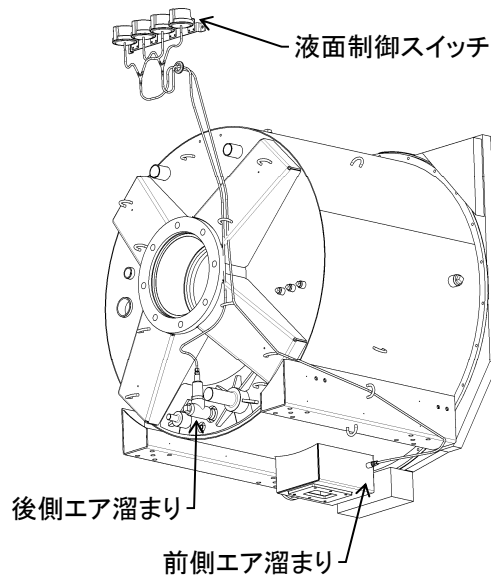
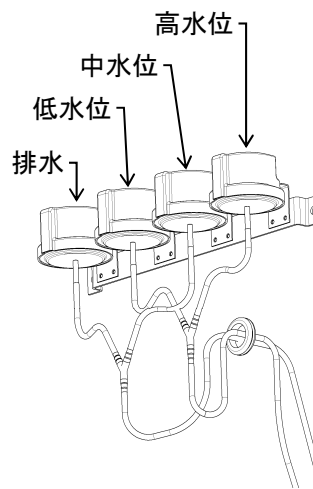

図 8-7
図 8-8
8. 3. 4 液面制御スイッチ(図8-7)
2) 液面制御スイッチの点検(図8-7、図8-8)